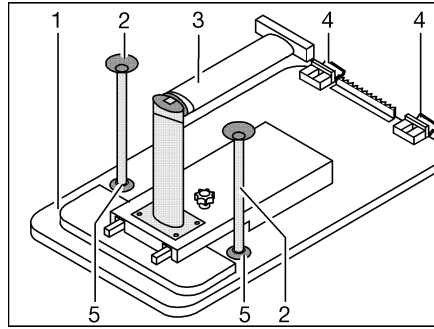

Fig. 101 Sommier de lit
- Soulever légèrement le plateau de table (Fig. 101,1) à l'avant.
- Déverrouiller le pied de table (Fig. 101,3) au niveau de l'articulation et le replier.
- Faire pivoter le plateau de table de 45° vers le haut et décrocher les fixations (Fig. 101,4) du rail de fixation supérieur.
- Suivant le modèle, enfoncer les deux pieds d'appui supplémentaires (Fig. 101,2) dans les fixations (Fig. 101,5) sur le dessous du plateau de table.